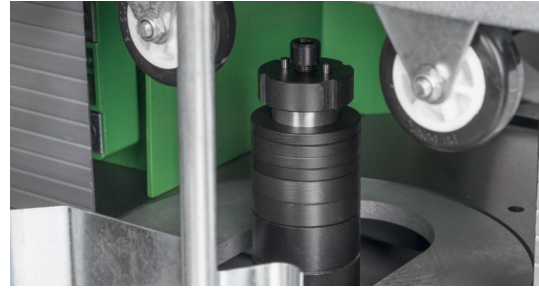

Abb. 5: Fräterspindel
- 15 Fräterspindel (siehe Abb. 5)
- 18 Fräterspindel (siehe Abb. 5)